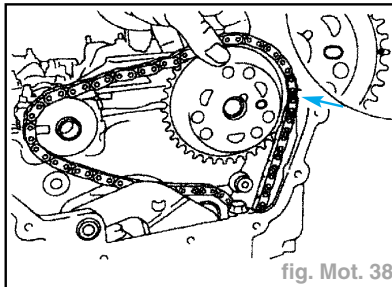

fig. Mot. 38
- placer l'axe d'articulation avec une vis M6 x 60 (2),
- placer la rondelle-frein (1).
- Placer le pignon d'arbre à cames avec la chaîne de distribution (en position de PMH) (fig. Mot. 38) :